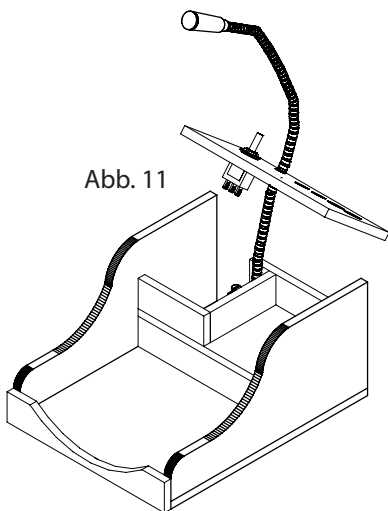

Abb. 11
12. Die Lampe (3) wie abgebildet durch die dafür vorgesehene 6mm-Bohrung im Einlegeboden (e) stecken. (Abb. 11)
13. Die Lampe (3) mit der Nagelschelle (5) und der Schraube (7) wie abgebildet auf dem Einlegeboden (d) befestigen.
14. Den Widerstand (8) am schwarzen Kabel des Batterie-clips (6) anlöten das andere Bein des Widerstandes mit dem hellgrauen bzw. schwarzen Kabel der Lampe (3) verlöten. Hinweis: Den Widerstand anschließend mit Klebeband (Tesa-film) abkleben. Dies verhindert einen Kurzschluss durch Berührung der Schalteranschlüsse). Das rote Batterieclip-Kabel am mittleren Anschluß des Schalters (4) anschließen bzw. anlöten. Das dunkelgraue bzw. rote Lampenkabel am äusseren Anschluß des Schalters anschließen oder anlöten. Funktionskontrolle: 9V Blockbatterie anschließen und Schalter ein und ausschalten. Lampe muß leuchten. Anschließend den Einlegeboden (e) aufleimen.